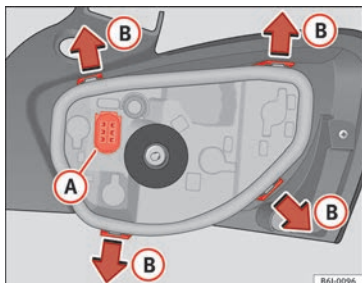

Fig. 109 Remplacement des ampoules des feux arrière.
- Retirez le support d'ampoules en le séparant du boîtier. Appuyez pour cela sur les pattes de fixation (B) dans le sens des flèches » **fig. 109.**